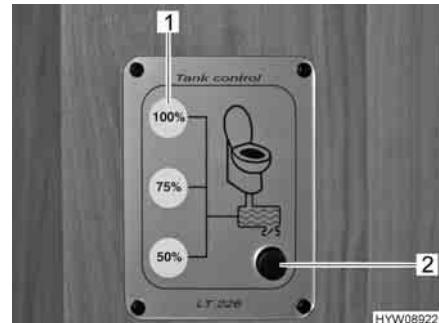

Fig. 181 Pannello di controllo per serbatoio fiscale aggiuntivo
- Premere e tenere premuto il tasto (Fig. 181,2) per la pompa.
- Quando l'indicatore di livello (Fig. 181,1) del serbatoio fiscale aggiuntivo visualizza 100 %, rilasciare il tasto. Significa che il serbatoio fiscale aggiuntivo è pieno.